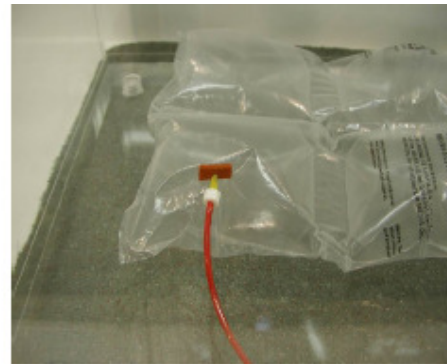

Figura 2
- Aplicar **SEPTA** para limpiar la porción del empaque (figura 2, pagina 6)